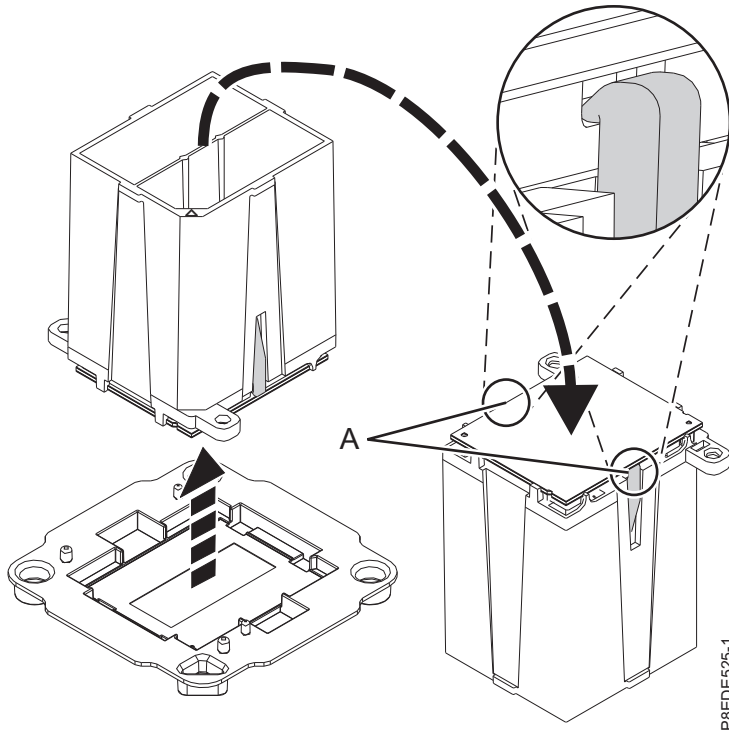

Figure 12. Préparation à l'installation du module processeur système
- b. Vérifiez que les deux pinces (A) agrippent fermement le module processeur système, comme illustré dans la figure 12.